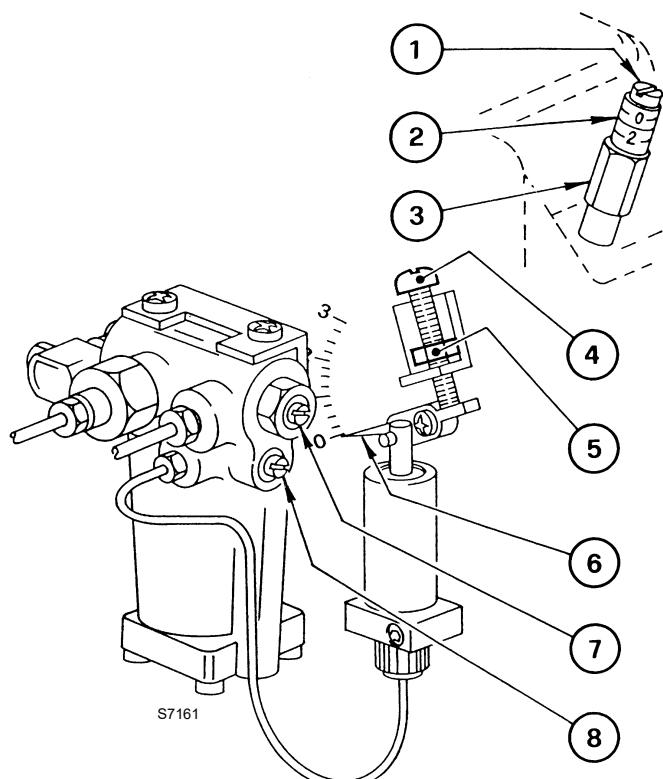
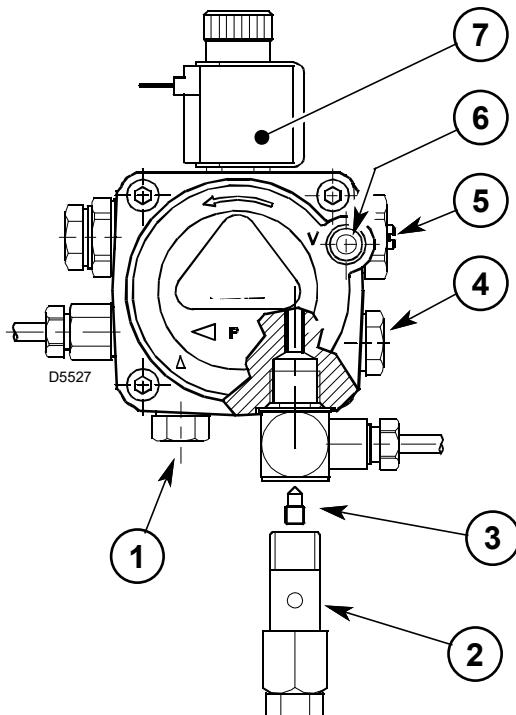

Fig. 12
Fig. 15
Aflojar el tornillo (8)(Fig. 12) aproximadamente una vuelta, de esta manera el quemador se quedará permanentemente en baja llama. Aflojar la tuerca 5)(Fig. 12), accionar el tornillo 4)(Fig. 12) y llevar el índice 6)(Fig. 12) a la posición deseada. Bloquear después la tuerca 5)(Fig. 12) y apretar el tornillo 8)(Fig. 12).
En fábrica se calibra a 9 bar. El manómetro para controlar la presión se monta en lugar del tapón (4)(Fig. 15). Si es necesario volver a calibrar tal presión o si se prefiere cambiar, ajustar el tornillo 7)(Fig. 12), después de haber desenroscado el tornillo 8)(Fig. 12).
Aflojar la tuerca 3)(Fig. 12), gire el tornillo 1)(Fig. 12) y llevar el indicador 2)(Fig. 12) a la posición deseada.
Después bloquear la tuerca 3)(Fig. 12).
En fábrica se calibra a 12 bar. El manómetro para controlar la presión se monta en lugar del tapón 4)(Fig. 15).
Si es necesario, volver a calibrar dicha presión o, si se prefiere cambiarla, utilizar el tornillo 5)(Fig. 15).
El tapón de aspiración 1)(Fig. 15) es de material plástico. Una vez que retirado no debe volver a usarse.
La bomba dispone de un regulador de la presión de impulsión 4)(Fig. 15).
- Si es necesario, volver a calibrar la presión con el tornillo 5) Fig. 15.
Para el funcionamiento monotubo, se debe desenroscar la tapón de retorno 2)(Fig. 15), quitar el tornillo de by-pass 3)(Fig. 15) y seguidamente volver a enroscar el tapón 2)(Fig. 15) con par de torsión 0,5 Nm.